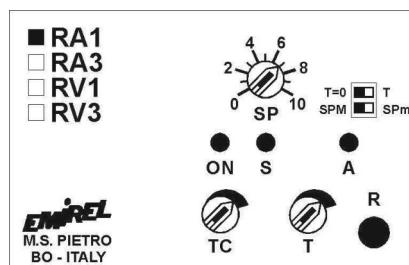

Fig. 1
- Con il selettore m/M a sinistra, la soglia SP è di massima (fig.1).
- Con il selettore T posizionato verso sinistra (fig.1), i tempi di intervento sono istantanei.
- When the switch m/M is pushed to the left, SP is MAX set point (fig.1).
- When the switch T is pushed to the left (fig.1), the triggering time is zero.